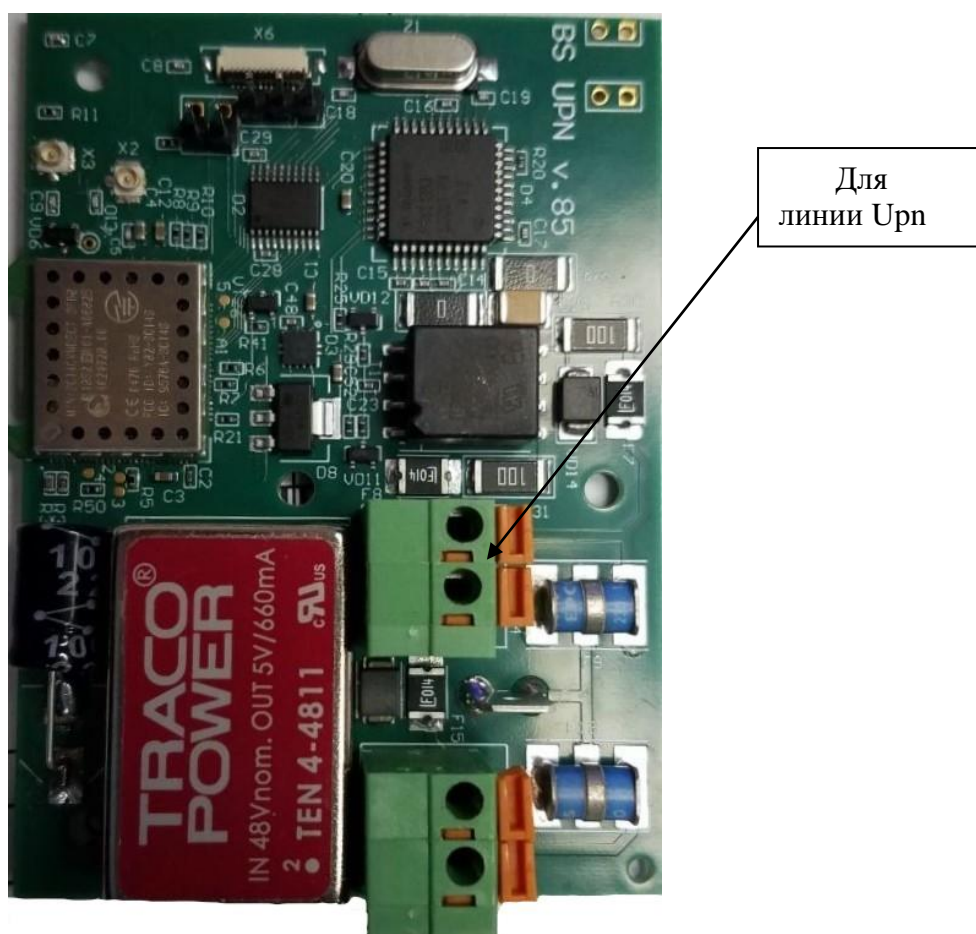

Рис. 5. Электронный модуль БС7-Урп
Основой базовых станций БС7-Урп являются электронные модули, показанные на рис.5.
Линия Урп-интерфейса базовых станций подключается сзади через клеммы (рис. 5).
- Подключите проводники линии управления к клеммам (рис. 5). Полярность не имеет значения.